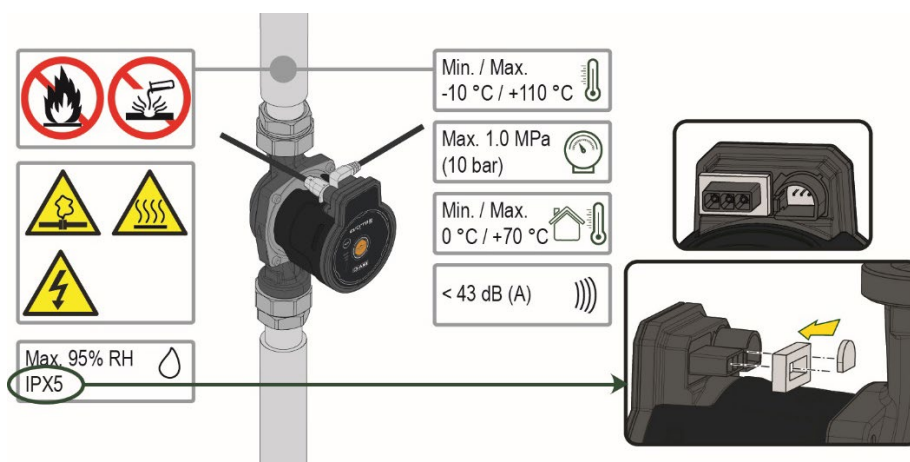

Рисунок 1: Перекачиваемые жидкости, предупреждения и условия эксплуатации
Стрелки на корпусе насоса указывают направление потока через насос. См. Рис. 1, поз. 1. Вставьте две прокладки при установке насоса в трубу. См. Рис. 1, поз. В.
2. Установите насос с коленчатым валом горизонтально. См. Рис. 1, поз. С.